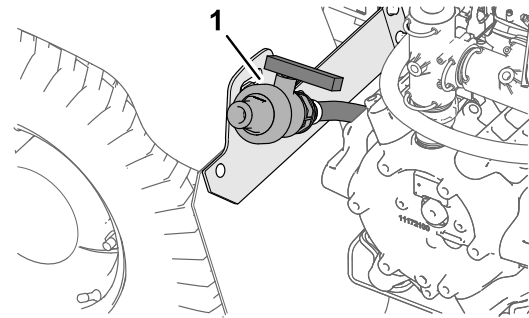

Figure 48
2. Trouvez l'emplacement du robinet de vidange de la cuve sur l'aile arrière gauche de la machine (Figure 48).